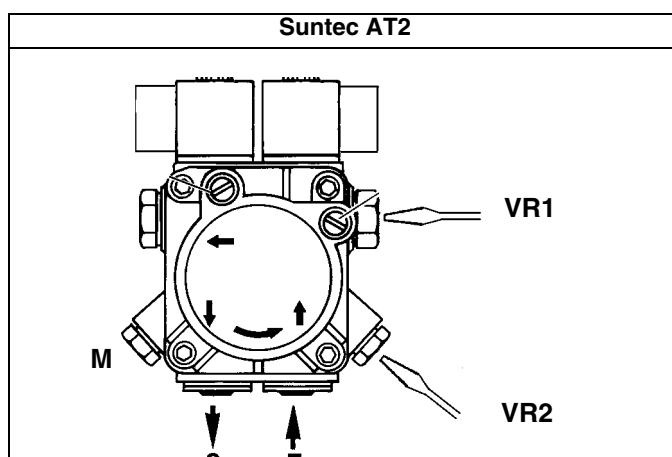

Fig. 16
- 3 durante la preventilazione, sfiatare l'aria dall'attacco (**M**) manometro della pompa (Fig. 16), allentando leggermente il tappo, senza toglierlo; quindi rilasciare il contattore.
- 4 sempre in fase di preventilazione, tarare la pressione della pompa, tramite la vite **VR1** (Fig.16), in base alla portata richiesta in bassa fiamma (per esempio 9-10 bar), senza scendere sotto gli 8 bar;
- 5 dopo la fase di accensione, portare il bruciatore in alta fiamma tramite il termostato **TAB**; viene comandato l'inserimento del secondo stadio (alta fiamma): tarare la pressione della pompa, tramite la vite **VR2** (Fig. 16), in base alla portata richiesta in alta fiamma (per esempio 24-25 bar), senza superare i 25 bar.